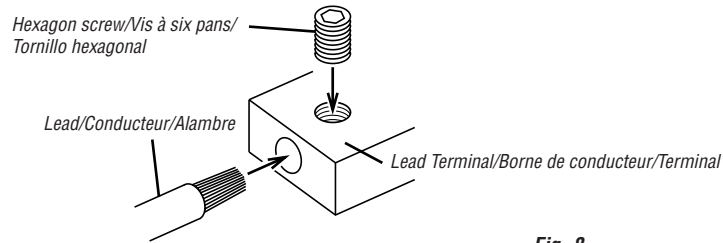

Fig. 8
3. Turn the screw attached to the terminal. Insert the exposed wire end into the lead terminal. Tighten the hexagon screw with the hex wrench (included), to fix the lead. (Fig. 8)
3. Tourner la vis fixée à la borne. Insérer le bout du conducteur exposé dans la borne de conducteur. Serrer la vis à six pans à l'aide d'une clé hexagonale (fournie), pour fixer le conducteur. (Fig. 8)
Apriete el tornillo hexagonal con una llave hexagonal (incluida) para fijar el alambre. (Fig. 8)